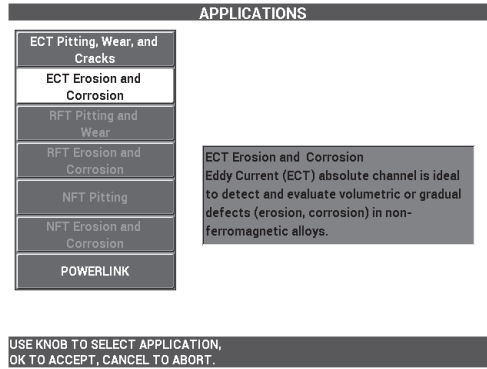

Figura 5-182 Aplicações para erosão e corrosão com teste de correntes parasitas (ECT)
2. Selecione **CONTINUE** (pressione a tecla A) para abrir o menu de seleção de aplicação e, em seguida, use o botão para selecionar **Erosão e corrosão com teste de correntes parasitas (ECT Erosion and Corrosion)** e, então, pressione ✓ para aceitar (veja Figura 5-182 na página 261).